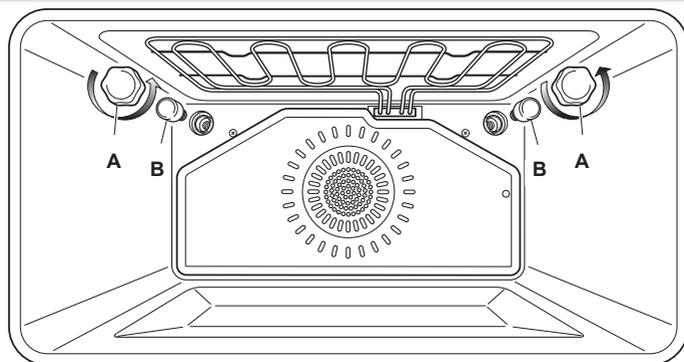

Fig. 6.8
- Svitare la calotta protettiva "A" (fig. 6.8);